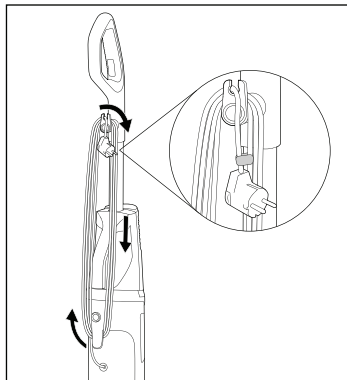

Fig. 44
- ◆ Enrole totalmente o cabo de alimentação **17** à volta de ambos os suportes de cabo, superior e inferior **16/20** (ver fig. 44).